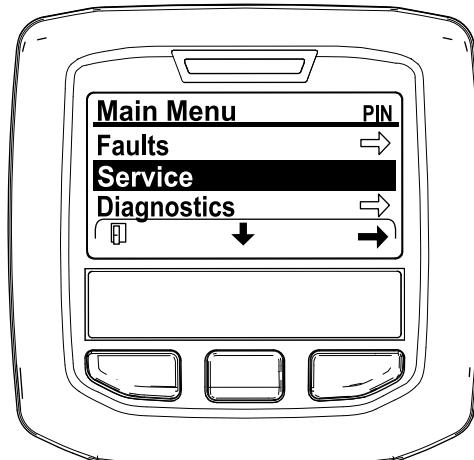

Figure 29
2. Naviguez jusqu'au MENU PRINCIPAL, appuyez sur le bouton central pour défiler jusqu'au MENU ENTRETIEN et appuyez sur le bouton de droite pour sélectionner l'option ENTRETIEN (Figure 29).